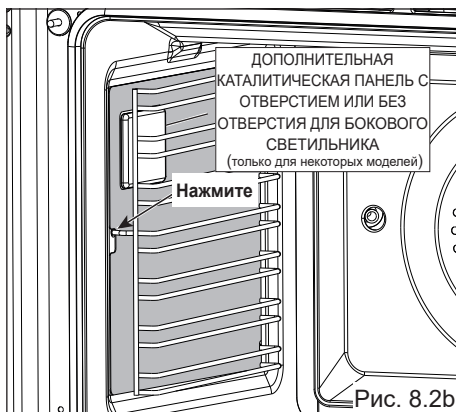

Рис. 8.2b
- Вставьте передний выступ боковой полки в отверстия в передней части духовки.(рис. 8.2b).